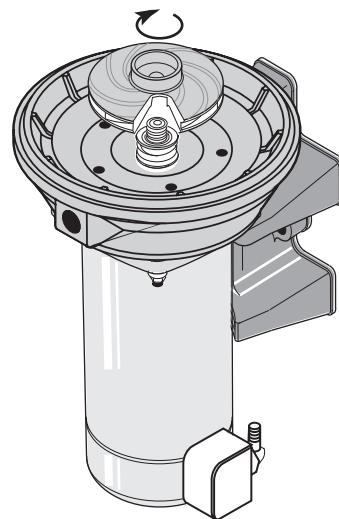

Figura 12
- Atornille el impulsor en el eje (sentido horario) mientras sostiene el eje con una llave de boca de 7/16" en las partes planas del eje. Esto colocará el sello automáticamente en posición. Consulte la Figura 12.